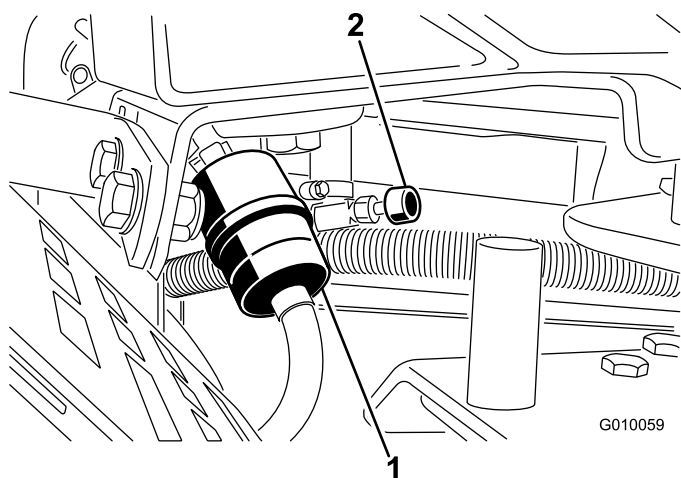

Рисунок 51
2. Закройте отсечной топливный клапан (Рисунок 51).
3. Сожмите концы шланговых хомутов и сдвиньте их с фильтра (Рисунок 51).
5. Установите новый фильтр и передвиньте шланговые хомуты ближе к фильтру (Рисунок 51).
7. Откройте отсечной топливный клапан (Рисунок 51).
3. Ослабьте шланговый хомут на топливном фильтре и сдвиньте его по топливному трубопроводу в направлении от фильтра (Рисунок 51).
4. Отсоедините топливный трубопровод от топливного фильтра (Рисунок 51). Откройте отсечной топливный клапан и дайте бензину стечь в канистру или в сливной поддон.
5. Установите топливный трубопровод на топливный фильтр. Передвиньте шланговый хомут к топливному фильтру, чтобы закрепить топливный трубопровод (Рисунок 51).